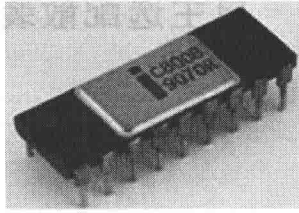

图 1-2 8008
- 1974 年,Intel 推出 8 位的 8008 微处理器,如图 1-2 所示。